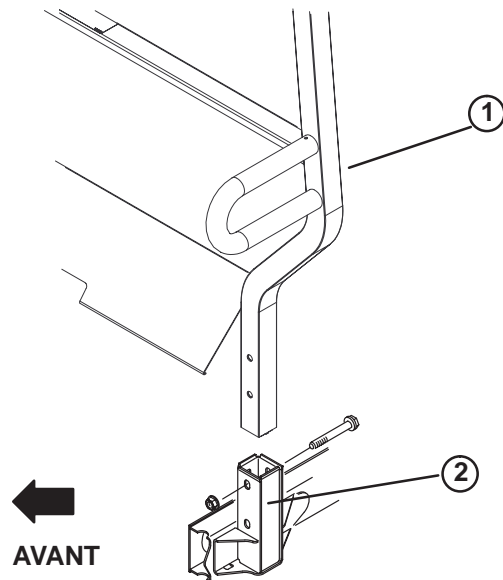

Figure 6
1. Insérez chaque côté de la structure ROPS dans le support de montage de chaque côté du châssis et positionnez-la comme illustré à la Figure 6.
2. Fixez chaque côté de la structure ROPS aux supports de montage au moyen de (2) vis 1/2–13 x 3 pouce assorties de contre-écrous.